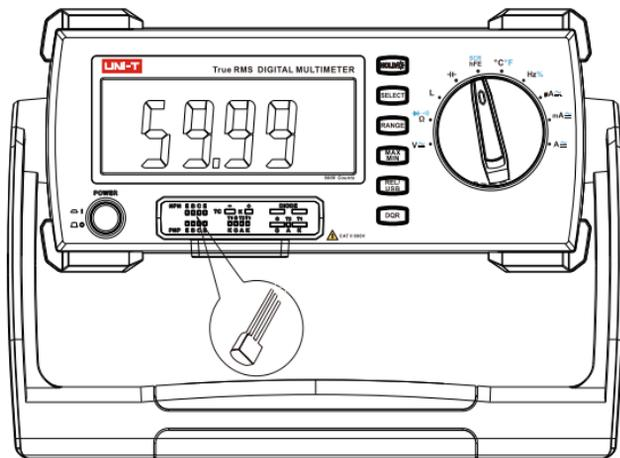

图6
- b) 将旋钮开关置于 **hFE** 档位。按下 **SELECT** 键切换成晶闸管测量功能。（如图6）